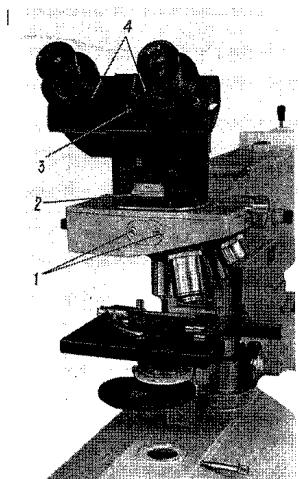

Рис. 18
освещении снизу. Чтобы установить стекло на корпус микроскопа, следует ввинтить винты 5 в отверстия 1 (рис. 18).
Бинокулярная насадка АУ-26 показана на рис. 18. Бинокулярная насадка имеет собственное сменное увеличение 1,1; 1,6; 2,5, а также специальную систему «ФК» для рассматривания выходного зрачка объектива. Требуемое увеличение бинокулярной насадки устанавливается вращением диска 2 за накатанную часть. Диск имеет четыре фиксированных положения: «1,1x», «1,6x», «2,5x» и «ФК».
- 8.1.19. При работе с бинокулярной насадкой включить поворотом диска **2** (см. рис. 18) в рабочее положение одну из трех линз насадки с необходимым увеличением.